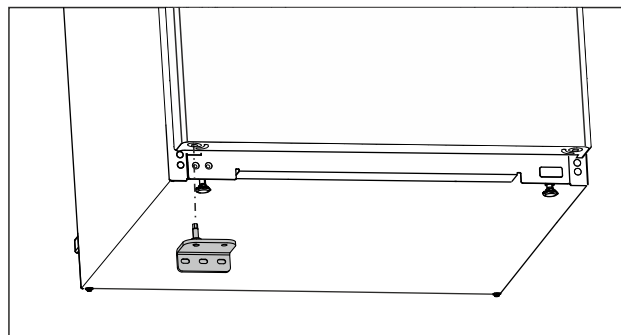

Fig. 17
- ▶ Sett inn den nedre lagerbukken på motsatt side. (se Fig. 17)